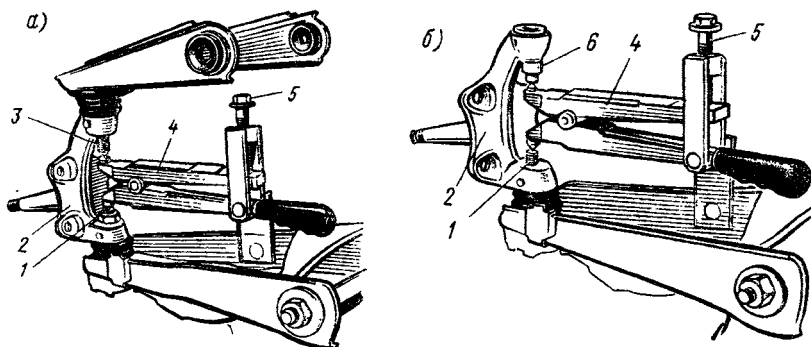

Рис. 29. Выпрессовка пальцев шаровых шарниров передней подвески:
5. Износ шаровых шарниров рычагов подвески. Заменить вышедшие из строя шаровые шарниры рычагов подвески. При замене шарниров выпрессовывают их пальцы с помощью приспособления, которое представляет собой специальный съемник. Для выпрессовки пальца 3 (рис. 29, а) верхнего шарового шарнира передней подвески отвертывают гайку его крепления и устанавливают между пальцем 3 и пальцем 1 нижнего шарового шарнира подвески приспособление 4. Затем заворачивают винт 5 приспособления и выпрессовывают палец 3 верхнего шарового шарнира из поворотного кулака 2.
При выпрессовке пальца 1 (рис. 29, б) нижнего шарового шарнира подвески отвертывают гайку крепления пальца и устанавливают приспособление 4 между пальцем 1 и упором б. После этого заворачивают винт 5 приспособления и выпрессовывают из поворотного кулака 2 палец 1 нижнего шарового шарнира подвески.
Увеличенный зазор в шаровых шарнирах подвески. Износ трущихся поверхностей деталей шаровых шарниров в результате их загрязнения из-за негерметичности защитных чехлов шарниров, или их повреждения. Заменить вышедшие из строя шаровые шарниры подвески и поврежденные защитные чехлы шарниров новыми (см. рис. 29).
8. Износ шаровых шарниров подвески. Заменить вышедшие из строя шаровые шарниры подвески новыми, как указывалось ранее (см. рис. 29).
2. Износ шарниров подвески. Заменить изношенные шаровые шарниры (см. рис. 29) и резинометаллические шарниры (см. рис. 27, 28) рычагов подвески.